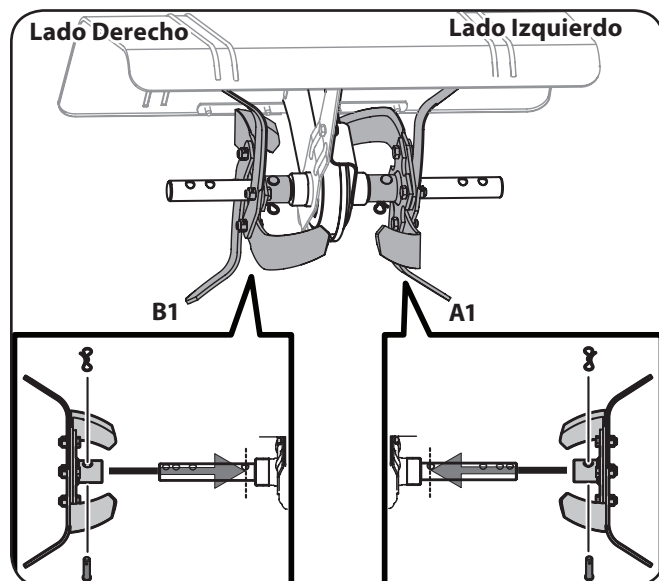

Figura 3-1
- Use dos pasadores de horquilla y dos chavetas de la bolsa manual. Desde el frente de la cultivadora, instale los dentro LH dientes (B1) y los dentro RH dientes (B1) en el eje de los dientes interiores como se muestra en la Figura 3-1.